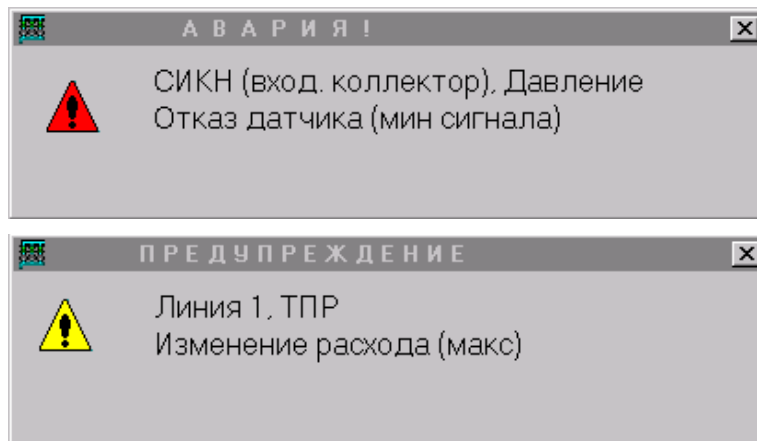

Рис. 26
3.8.3 Возникновение в системе какого-либо события: аварии, предупреждения или сообщения сопровождается выводом на текущий рабочий экран окна с соответствующим текстом (Рис. 26).